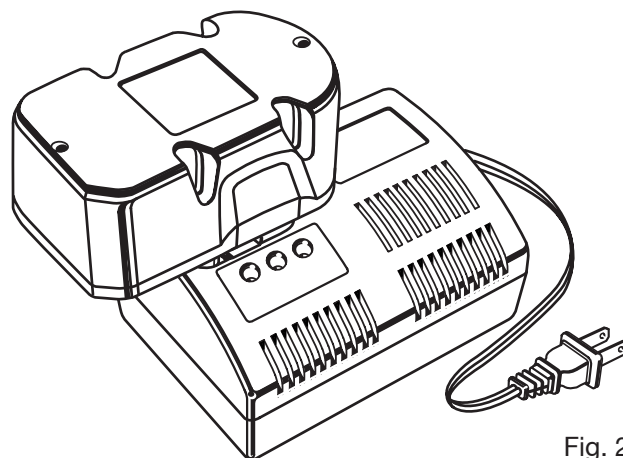

Fig. 2
- Aligner la nervure du bloc de batteries sur la rainure du chargeur et insérer le bloc dans le chargeur. Voir la figure 2.